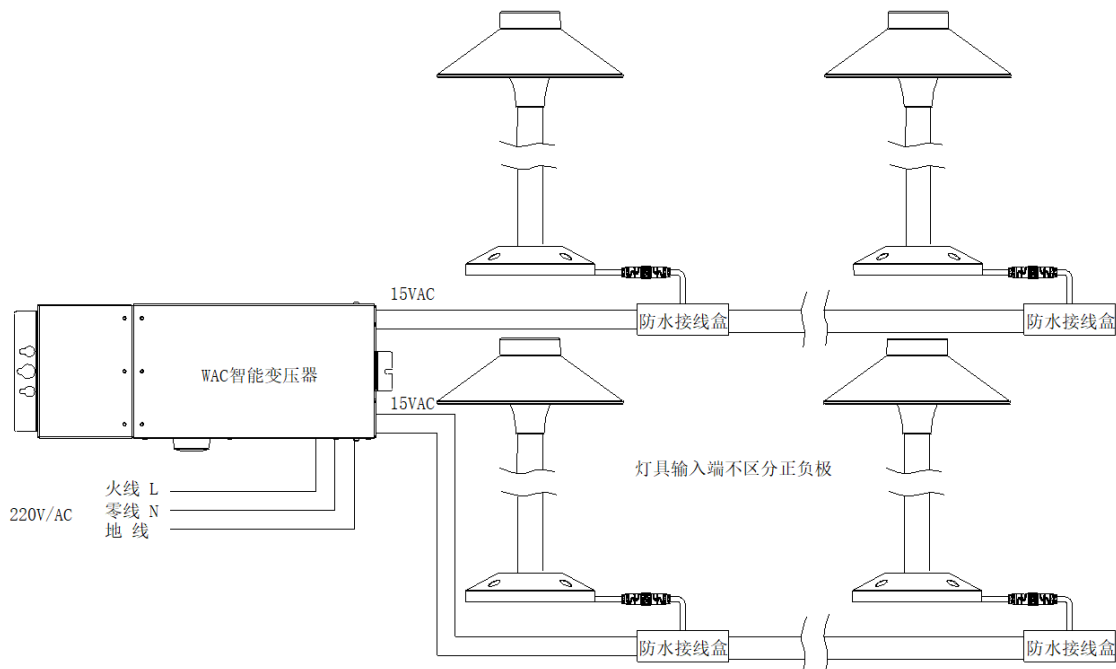

图 3
2. 将灯具电源线与WAC智能变压器接线（注意接线位置做防水处理），接线示意图参考<图3>；